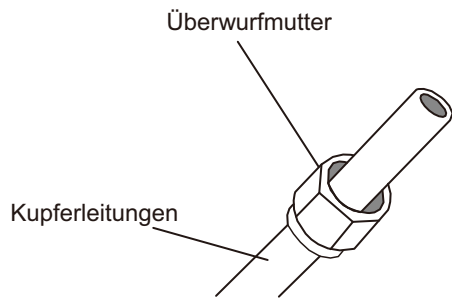

Abb. 6.3
3. Befestigen Sie die Überwurfmutter an beide Enden der Leitungen. Vergewissern Sie sich, dass die Muttern in der richtigen Position sind, denn nach dem Senken kann nicht mehr nachjustiert oder die Position verändert werden. Siehe **Abb. 6.3**